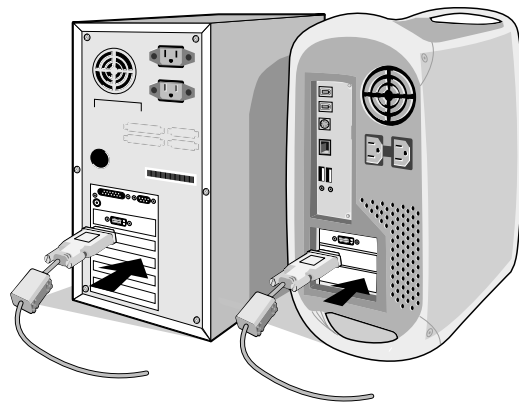

Abbildung A.1
2. **PC oder Mac mit digitalem DVI-Ausgang:** Verbinden Sie das DVI-Kabel mit dem Anschluss der Grafikkarte in Ihrem System (**Abbildung A.1**). Ziehen Sie die Schrauben fest.
**PC mit analogem Ausgang:** Verbinden Sie das Mini-D-SUB-auf-Mini-D-SUB-Kabel (15 Stifte) mit dem Anschluss der Grafikkarte in Ihrem System (**Abbildung A.1**).